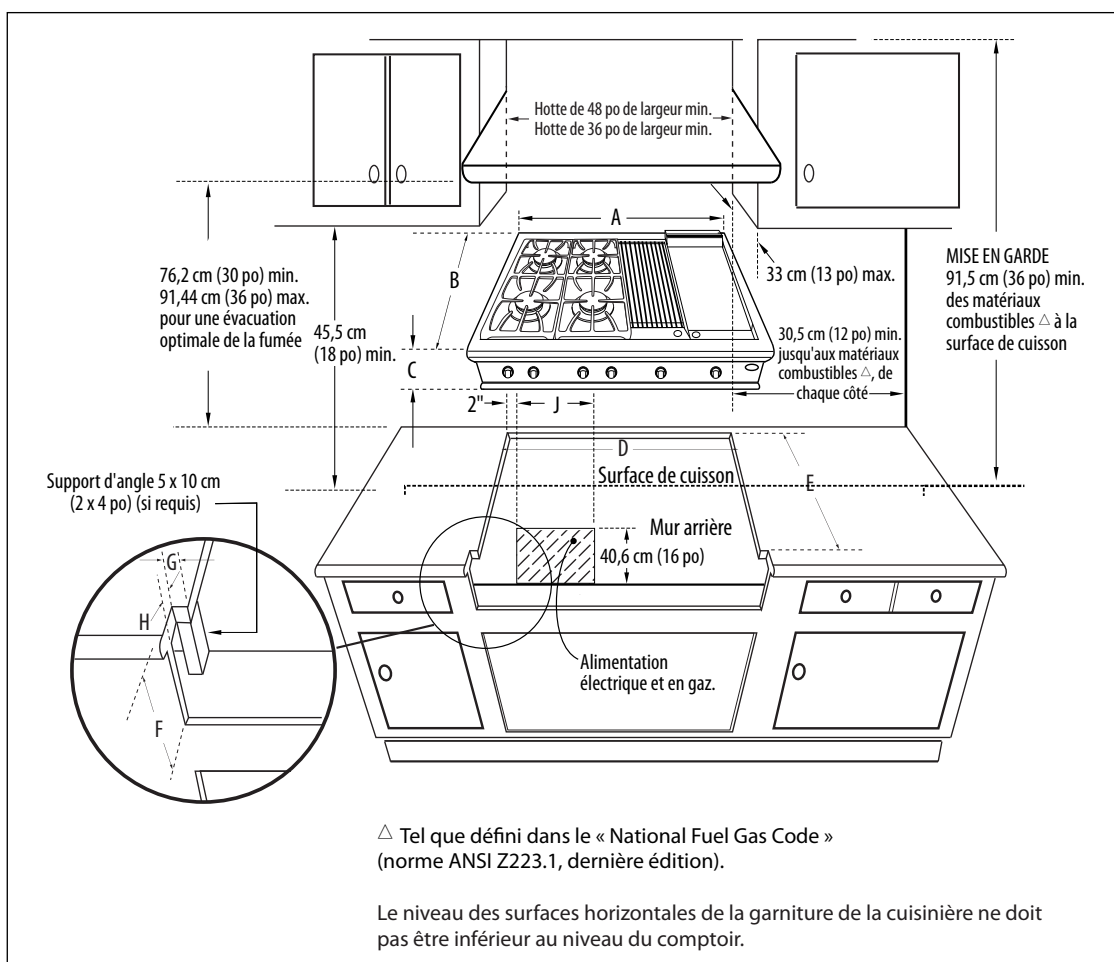

Fig. 3
3. La table de cuisson est conçue pour être accrochée du comptoir par ses brides derrière et latérales. Toutefois, le comptoir doit être suffisamment solide pour supporter le poids de la table de cuisson. Il peut s'avérer nécessaire d'ajouter un tasseau de soutien le long de chaque côté ou une autre sorte de support telle qu'une équerre de 2 x 4 po de chaque côté, ou une plate-forme sur laquelle vous poserez la table de cuisson. Voir fig. 3 et 5.